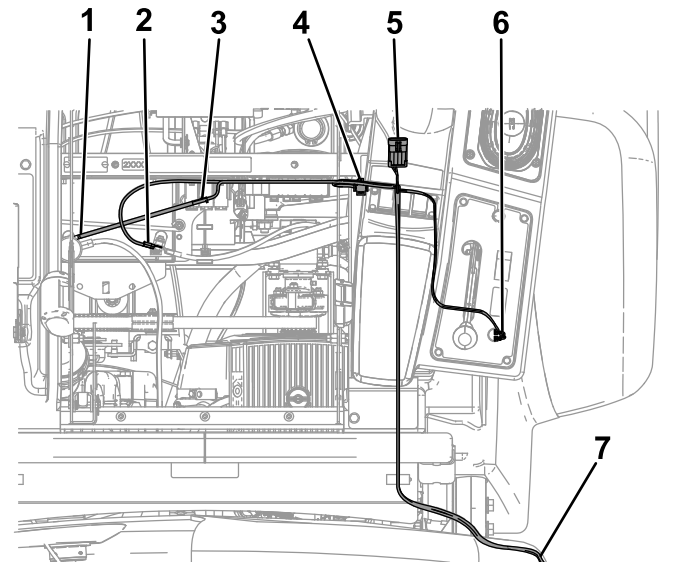

Bild 7
- Schließen Sie die beiden Anschlüsse des Kabelbaums am 2-Flachstecker des Schalters an (**Bild 7**).
- Stecken Sie den nächsten Anschluss in das Relais (**Bild 7**) und befestigen das Relais im äußeren Loch des Rahmens in der Nähe der vorhandenen Relais.
- Schließen Sie das durch Schmelzsicherung geschützte Verbindungsteil am roten Kabel an, das am Pluspol (+) der Batterie angeschlossen ist (**Bild 7**).
- Schließen das entfernt gelegene Ende des Kabelbaums an die Erdung des Sicherungskastens an (**Bild 7**).